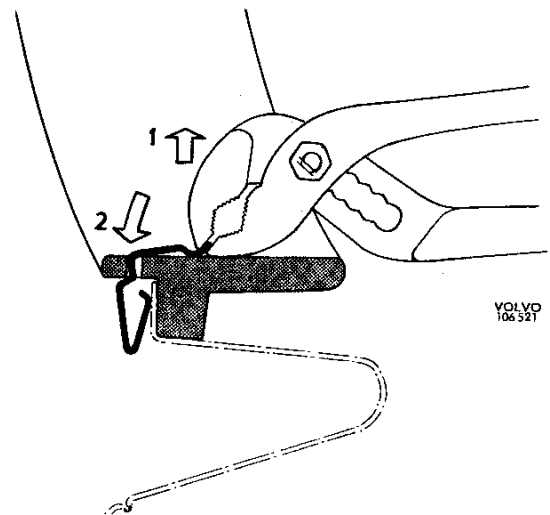

Abb. 8-2 Ausbau der Kühlerverkleidung
1. Untere Formfederklemmen mit einer passenden Zange lösen, siehe Abb. 8-2.